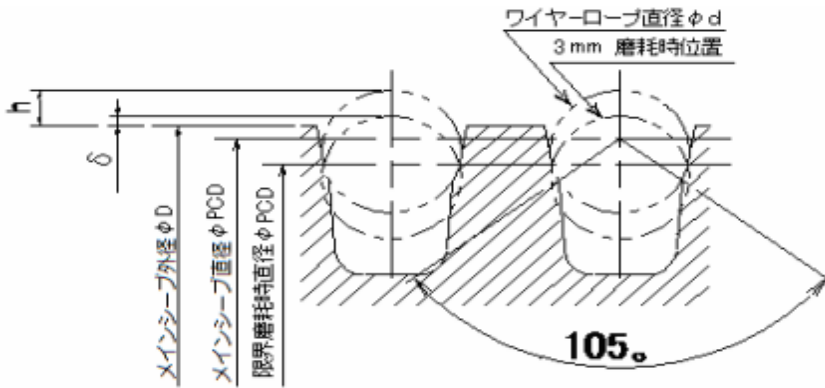

図1 ロープ溝の摩耗
①ロープ溝が3.0mm以上摩耗した場合
3.0mm摩耗時の δ 寸法は、図1参照
①ロープ溝が3.0mm(2.5mm)以上摩耗した場合
3.0mm(2.5mm)摩耗時の δ 寸法は、図1参照